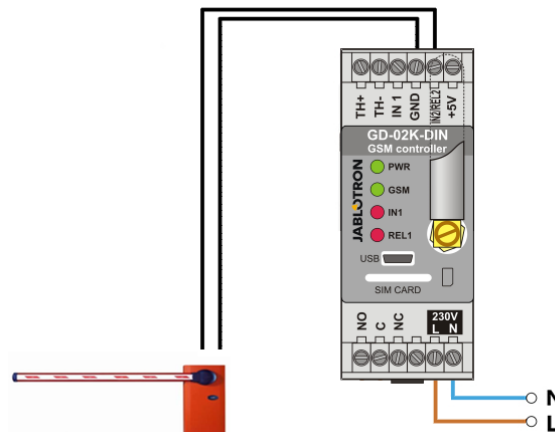

Figura 2: GD-02K-DIN como um controlador de portão.
- Esta aplicação requer que seja conectado um contacto à saída REL2/GND e à entrada de baixa tensão de um portão a controlar. Consultar a Figura 2.